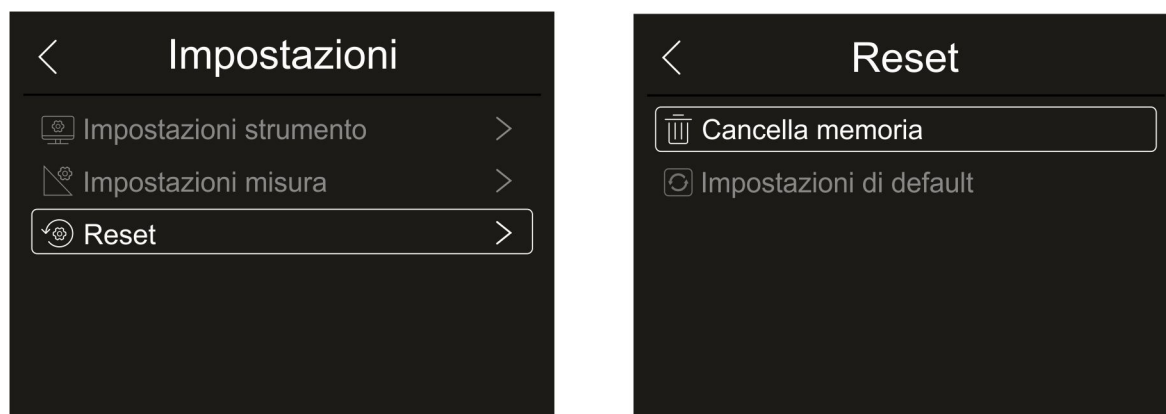

Fig. 30: Menu Reset dello strumento
1. Toccare la voce "Reset". La videata di Fig. 30 – parte destra è mostrata a display. Toccare la voce "Cancella memoria". La seguente videata di conferma è mostrata: